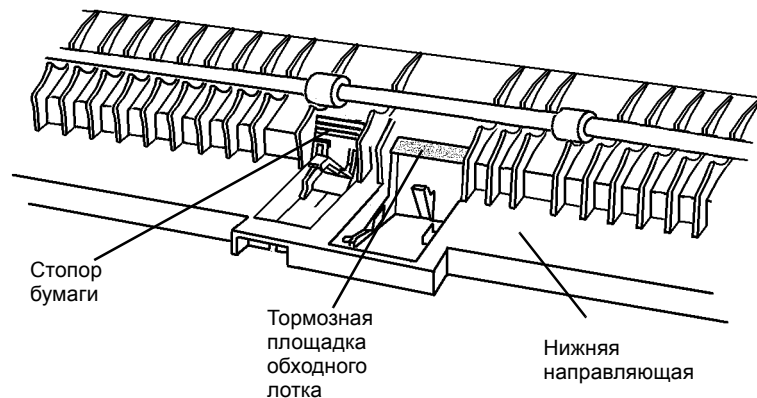

Рисунок 5 Позиционирование стопора бумаги
2. Во избежание застреваний с кодом С3 при выполнении шага 2 расположите стопор бумаги и тормозную площадку обходного лотка, как показано (Рисунок 5).